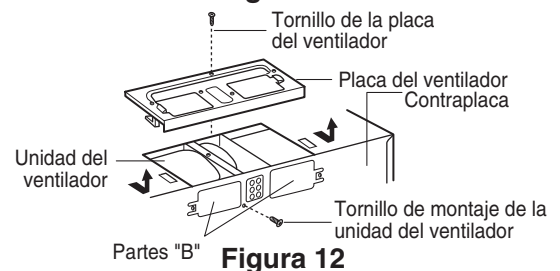

Figura 12
1. Retire un tornillo de montaje de la unidad del ventilador y uno o dos tornillos de la placa del ventilador. Retire del gabinete la placa del ventilador. Consulte la Figura 12.